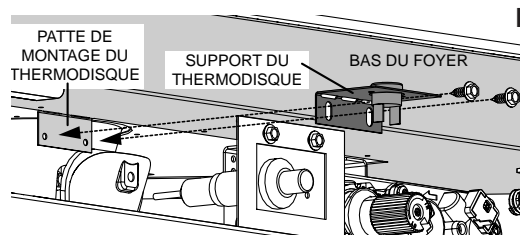

Fig. 4
K. Pliiez le support du thermodisque à 90 degrés puis fixez-le au patte de montage utilisant les deux vis fournis, Figure 4. Assurez que le thermodisque touche le bas du foyer et que le harnais de fils est correctement fixé.